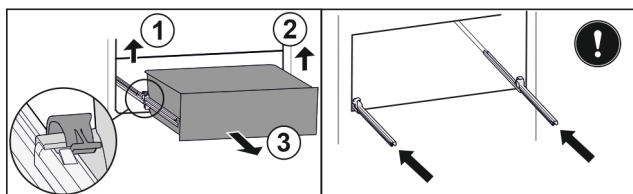

Fig. 133
- Sollevare il morsetto sinistro e allo stesso tempo tirare in avanti il cassetto sinistro. Fig. 133 (1)
- Sollevare il morsetto destro e allo stesso tempo tirare in avanti il cassetto destro. Fig. 133 (2)
- Rimuovere il cassetto tirandolo in avanti. Fig. 133 (3)